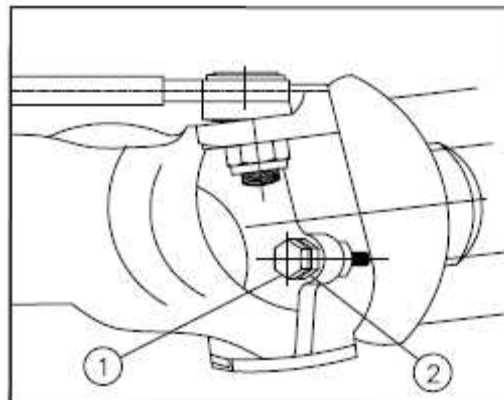

Fig. 4-22
1. Configuração da chave dinamométrica indicada para porcas das rodas. Fig.4-22: 17 daNm.
2. Jante para disco 215 daNm. Fig. 4-22